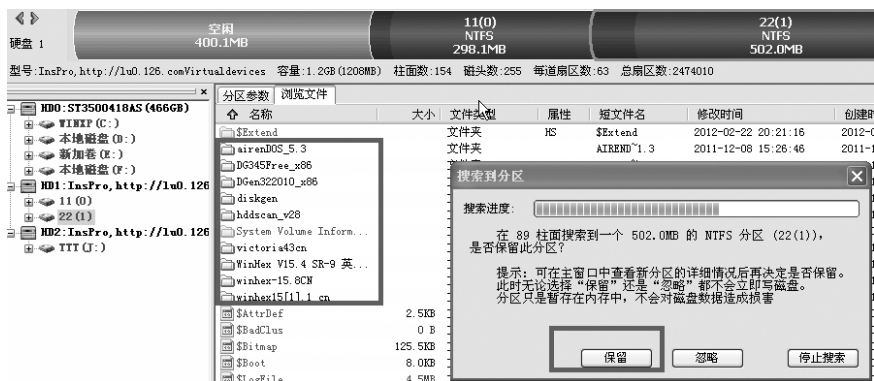

图 5-86 搜索到的文件
(6) 我们发现里面有一些文件，是我们原来复制的文件，我们单击“保留”按钮。然后继续搜索，又找到一些文件，如图 5-86 所示。